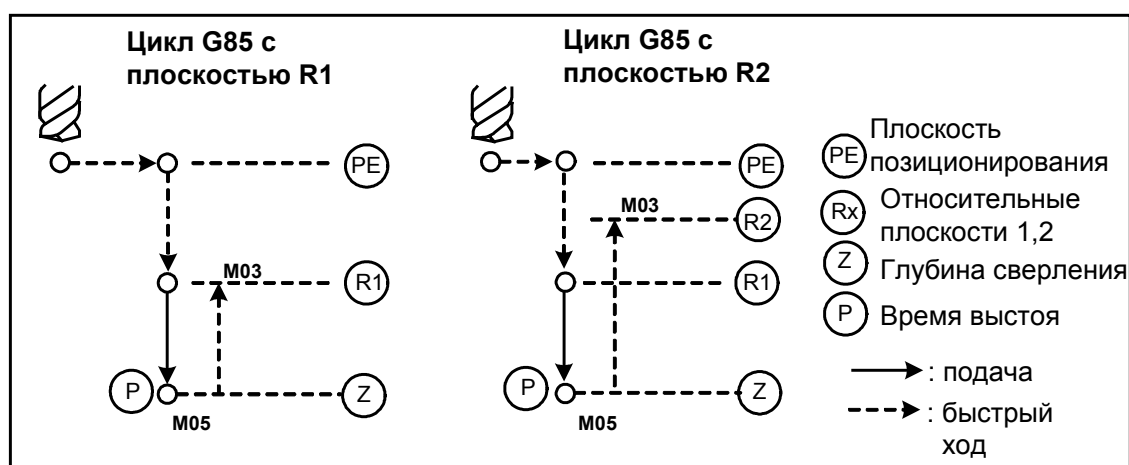

Рис.59.
40.6. Рассверливание, - G85. По достижении заданной глубины Z, шпиндель останавливается. Далее возможна выдержка времени. Затем осуществляется ускоренный вывод инструмента (см. рис. 59).